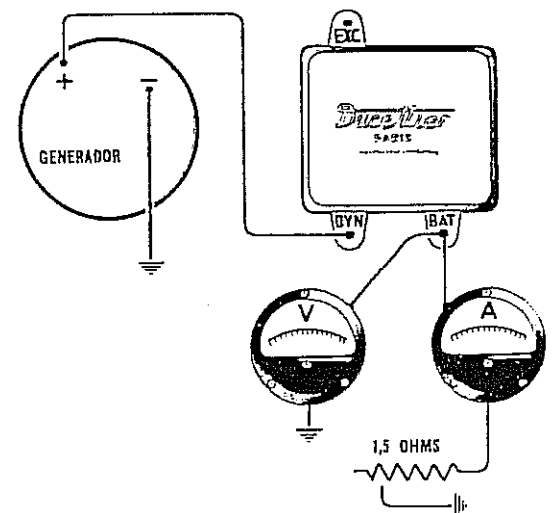

Fig. 163
- 2) Conectar un voltímetro entre el borne BAT del regulador y masa empleando la escala de 0 a 10 Volts (ver Fig. 163).
Colocar el reóstato en su posición de máxima resistencia y poner en marcha el motor, fijando la velocidad en 2.500 r.p.m. (aproximadamente 3.500 r.p.m. del generador), según el conexionado de la Fig. 163.